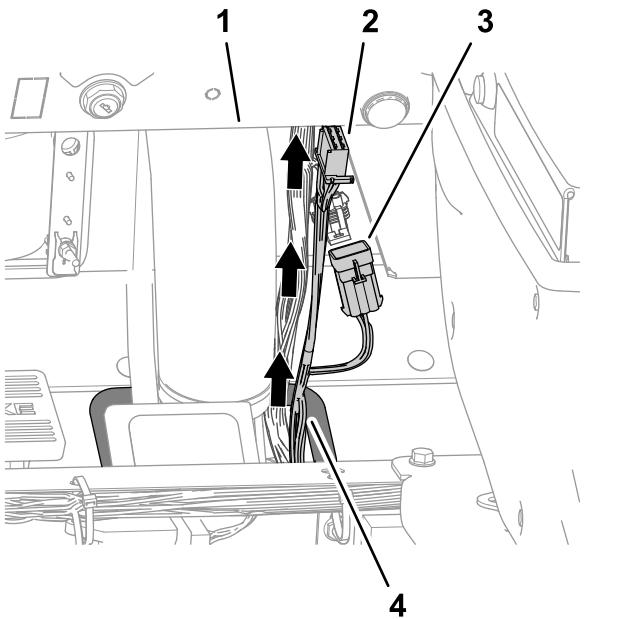

Figure 19
2. Continuez d'acheminer la branche du faisceau du kit vers le haut et sous la planche de bord de la machine (Figure 19).